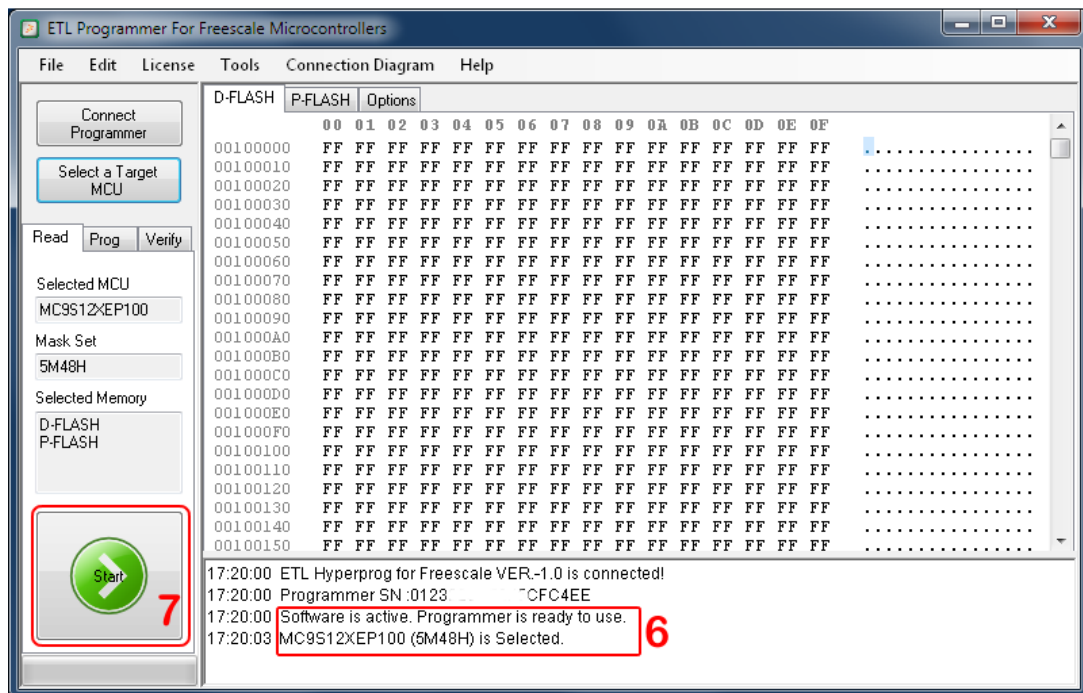

Figura 22. Ejecución del Procedimiento de Lectura.
- Ejecute el procedimiento de la lectura de FLAHS presionando el botón de "Iniciar" (Figura 22).